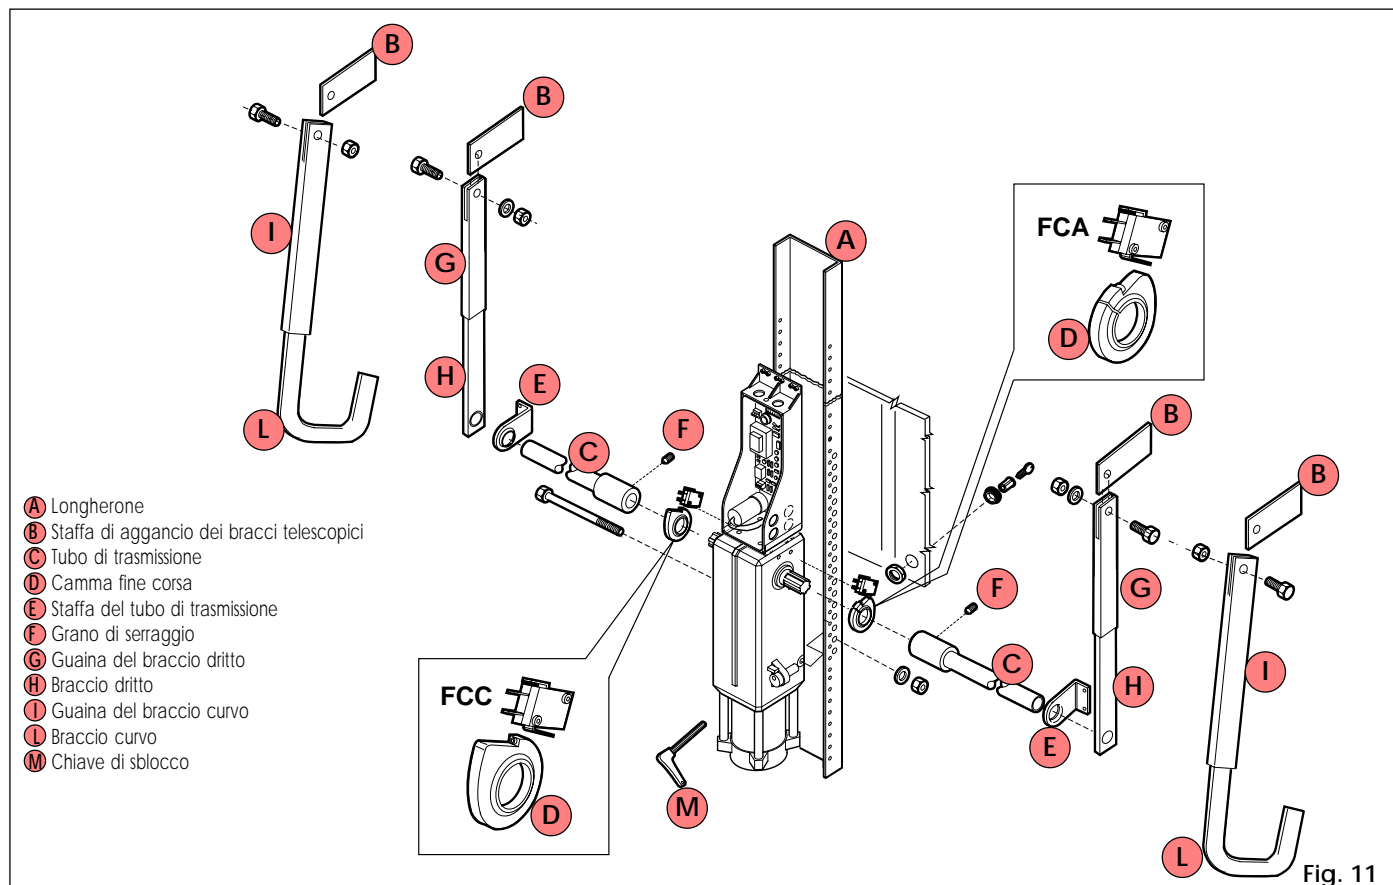

Fig. 11
3) Fissare l'operatore al longherone utilizzando la viteria in dotazione come da Fig. 11.
Fissare le guaine dei bracci telescopici alle staffe utilizzando i perni e la viteria in dotazione come da Fig. 11.
➤ Se si utilizzano i fine-corsa (opzionali), inserire prima le camme, come in Fig. 11.